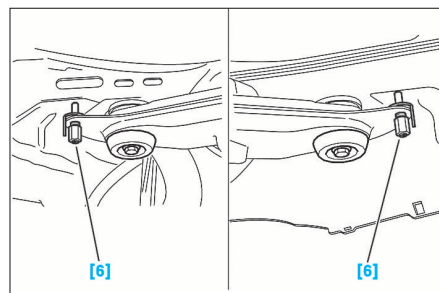

FIG. 9
- de contrôler le positionnement du berceau à l'aide de l'outil [6] (Fig.9).